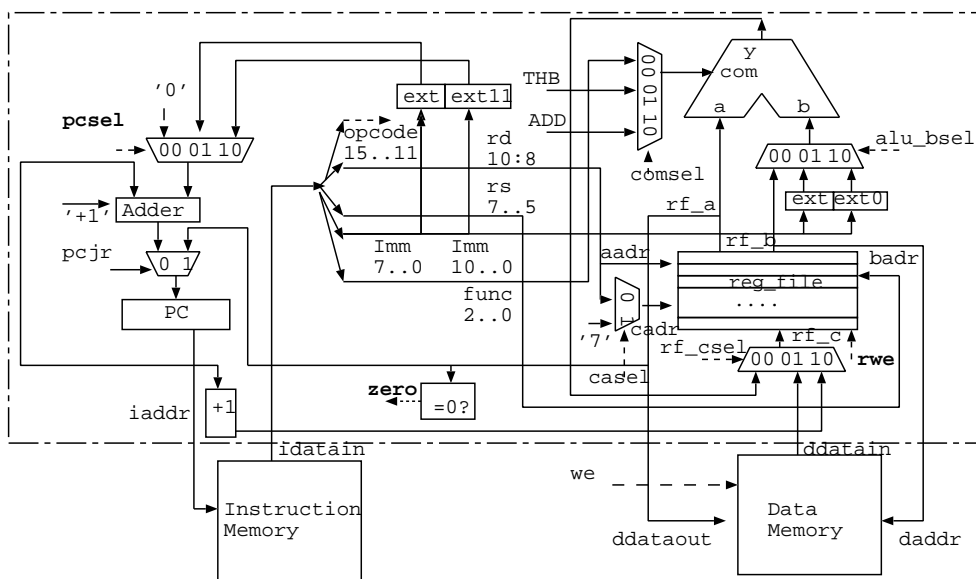

図 1: POCO のデータパス
8. 添付の POCO の Verilog 記述と図 1 のデータパスが食い違っている点を一つ述べよ。(たくさんあるのでどれでもよい)